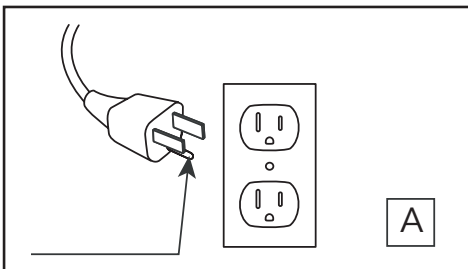

Fig.1
11. Connect to properly grounded outlets only. This heater is for use on 120 volts. The cord has a plug as shown at A in Fig. 1. Do not use a 2 prong adapter. Never use with an extension cord or relocatable power tap (outlet/ power strip).
11. Brancher uniquement dans une prise de courant munie d'une mise à la terre. Cet appareil de chauffage a été conçu pour être utilisé sous une tension de 120 V. La fiche du cordon est montrée à la figure 1 en A. Ne pas utiliser d'adaptateur de 3 broches à 2 broches. Ne jamais utiliser avec une rallonge ou une barre d'alimentation (multiprises).
11. Conectar solamente a una toma de corriente con conexión a tierra adecuada. Este calentador debe utilizarse con 120 voltios. El cable incluye un enchufe tal como se muestra en la figura A en la Fig.1. No utilice un adaptador de 2 clavijas. Nunca use un cable de extensión o tomas de alimentación reubicable (enchufes/regletas).